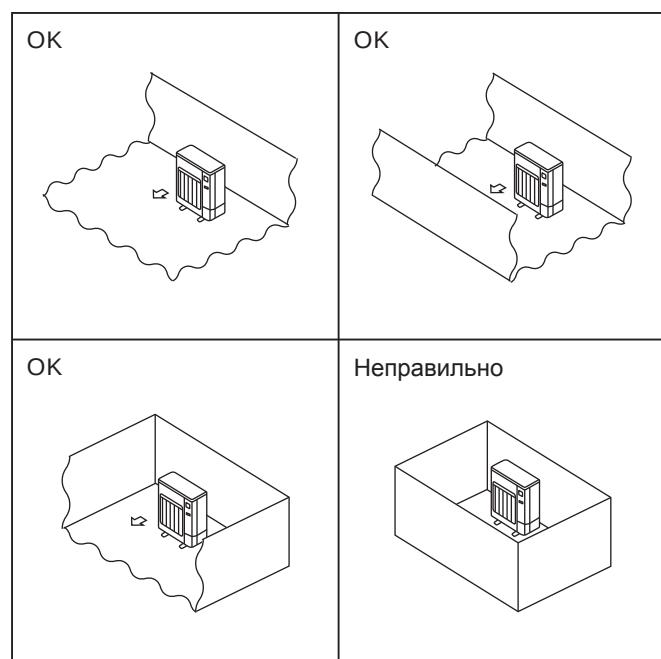

Fig. 2-2
- ⊙ Устанавливайте наружные приборы в достаточно большом пространстве без преград, либо так, чтобы, по крайней мере, одна из четырех сторон прибора была открыта. (Fig. 2-2)